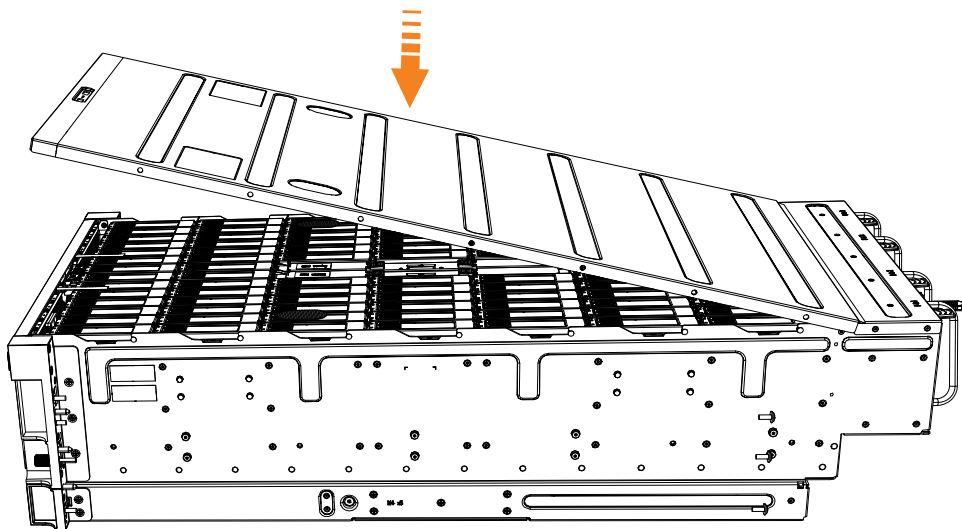

Figure 68. Alignement du capot supérieur du 2145-92F
1. Abaissez doucement le capot et assurez-vous qu'il est aligné correctement avec l'arrière du boîtier, comme indiqué dans la figure 68.